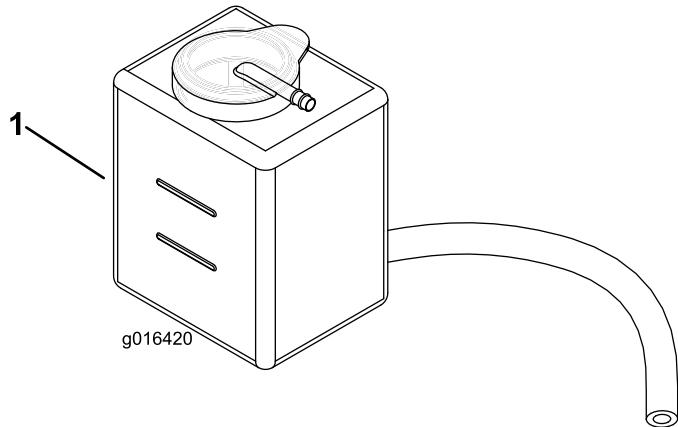

図 25
2. 冷却液の量を点検する（図 25）。エンジンが冷えている状態で、補助タンク側面についている 2 本のマークの間にあれば適正である。